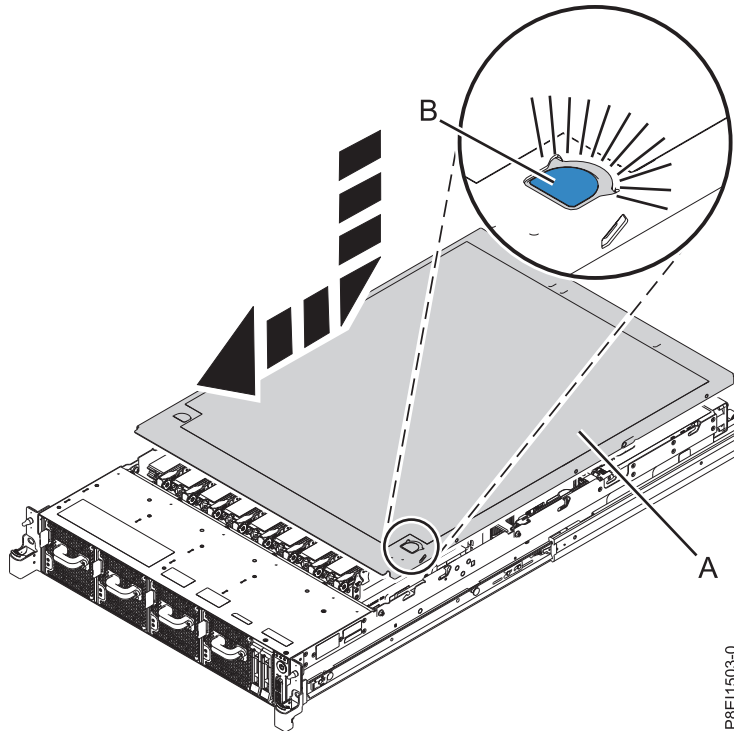

Figure 123. Installation du capot d'accès
1. Placez le capot (A) sur l'unité centrale en prenant soin d'aligner les broches d'alignement du capot avec les emplacements du châssis.
2. Appuyez sur le capot pour que les broches entrent en contact et faites-le glisser vers l'avant du système jusqu'à ce que les taquets de déverrouillage bleus (B) s'enclenchent, comme illustré dans la figure 123, à la page 129.